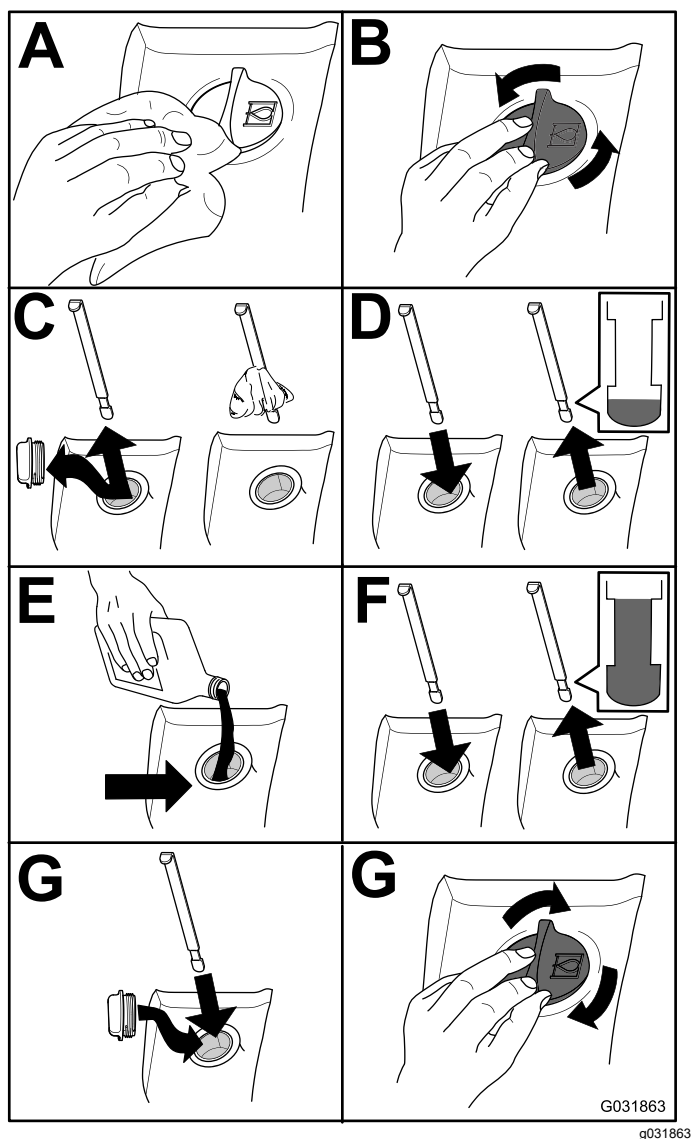

Figure 78
2. Contrôlez le niveau du liquide hydraulique (Figure 78).